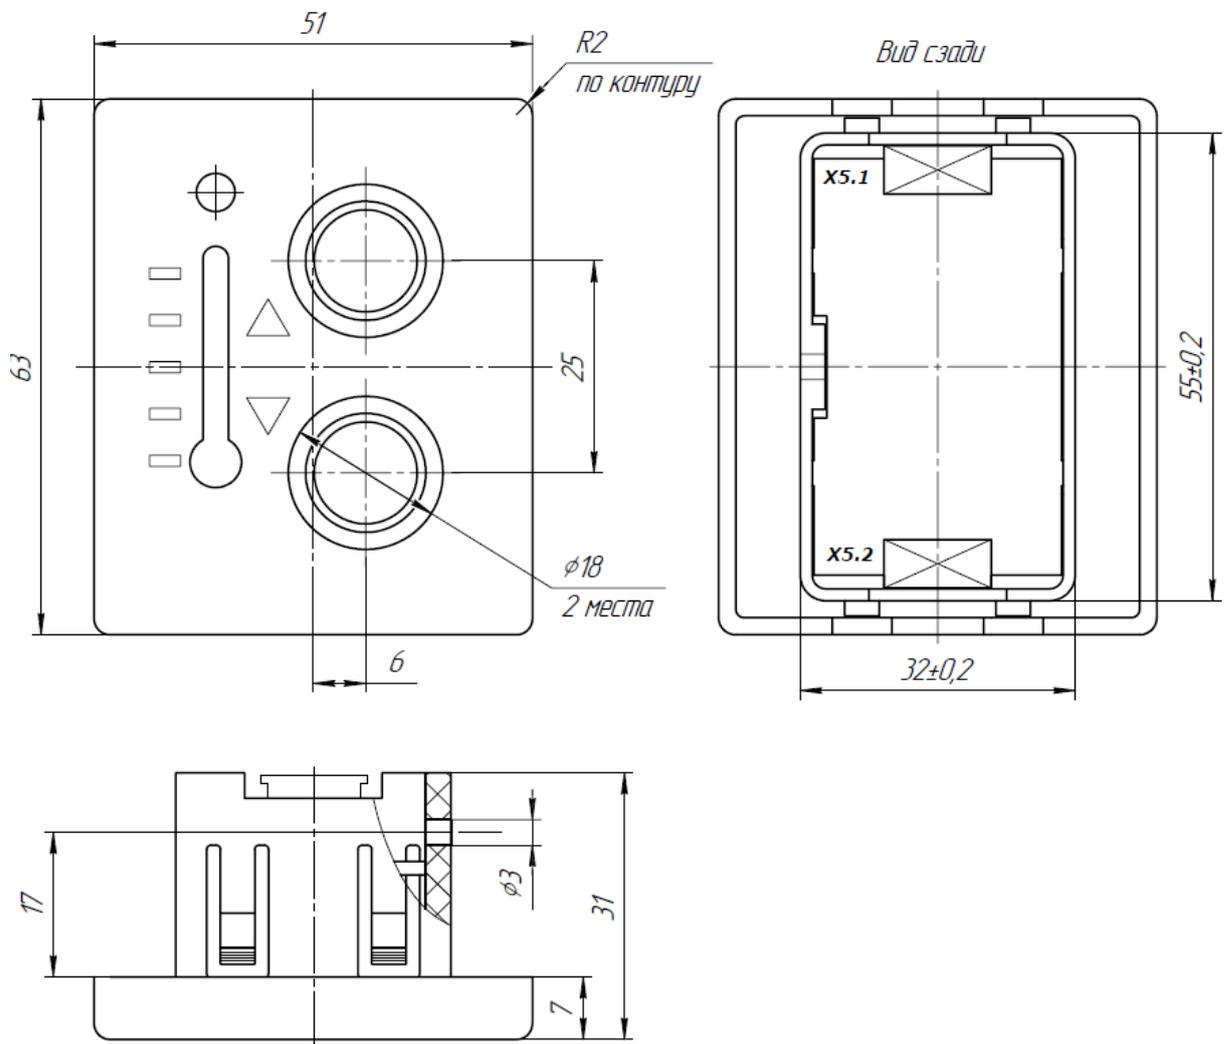

Рис. 1 Внешний вид, габаритные и присоединительные размеры ПЭК-1.02
2.4 Габаритные и присоединительные размеры ПЭК-1.02 согласно рис.1